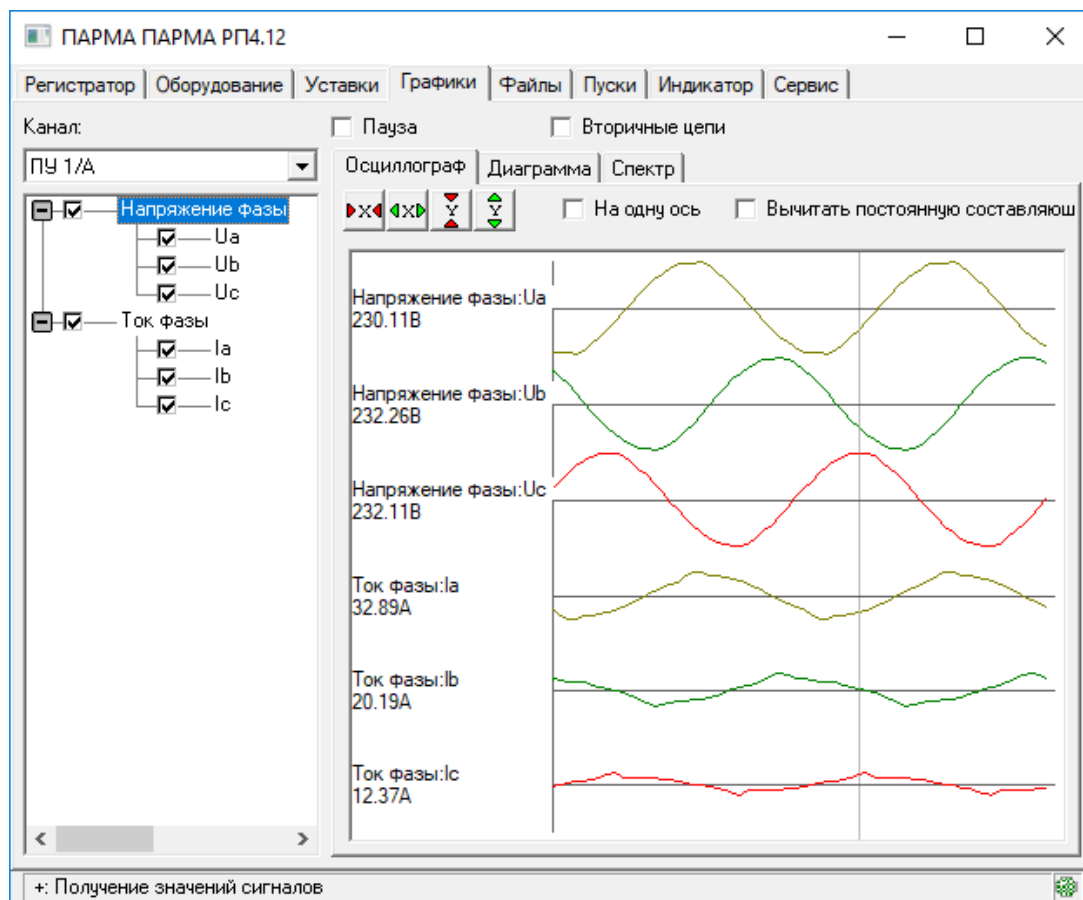

Рисунок 16 – Окно вкладки «Графики»
- Рисунок 16 – Окно вкладки «Графики»